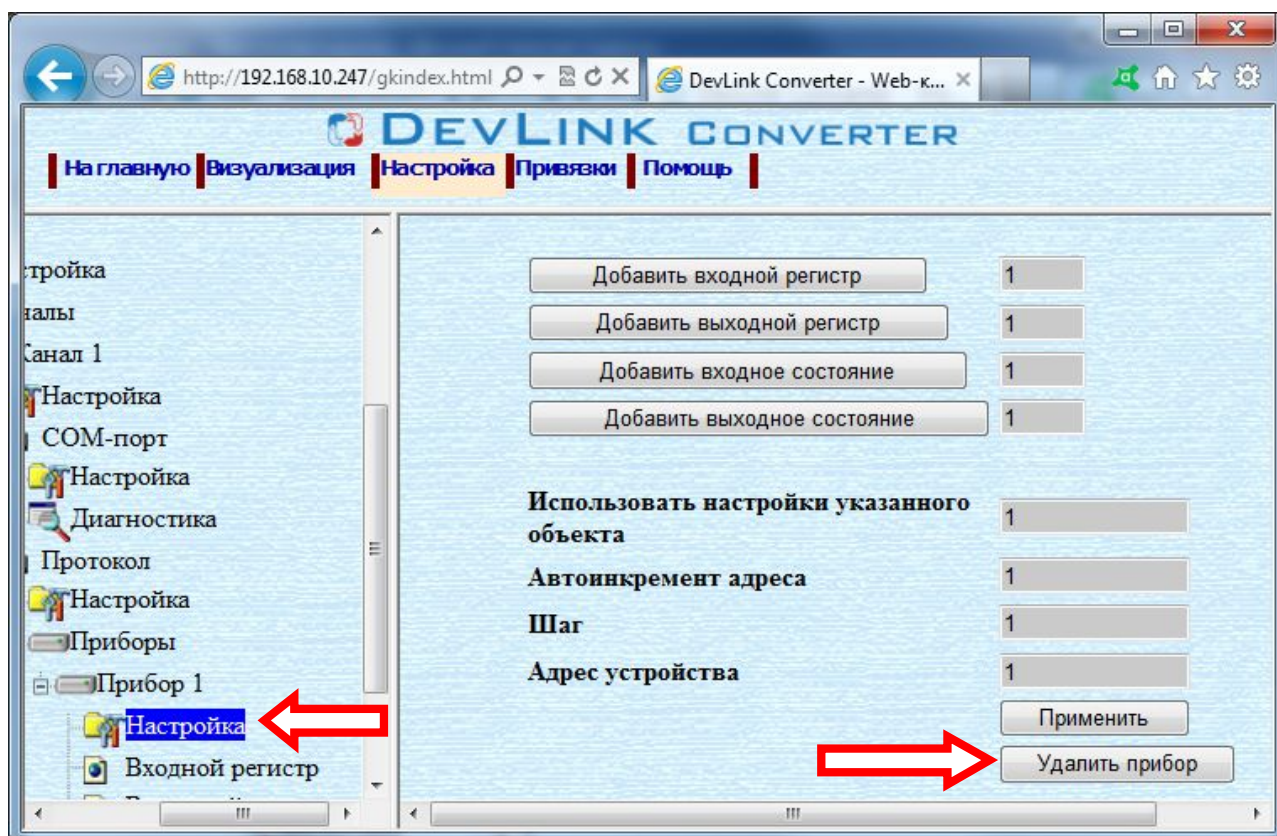

Рисунок 3.6 – Удаление прибора из канала
- 1 Перейти на страницу **Настройка** необходимого для удаления прибора. В результате в правом фрейме (фрейм **Настройка**) конфигуратора появится элемент кнопка **Удалить прибор** (рисунок 3.6).